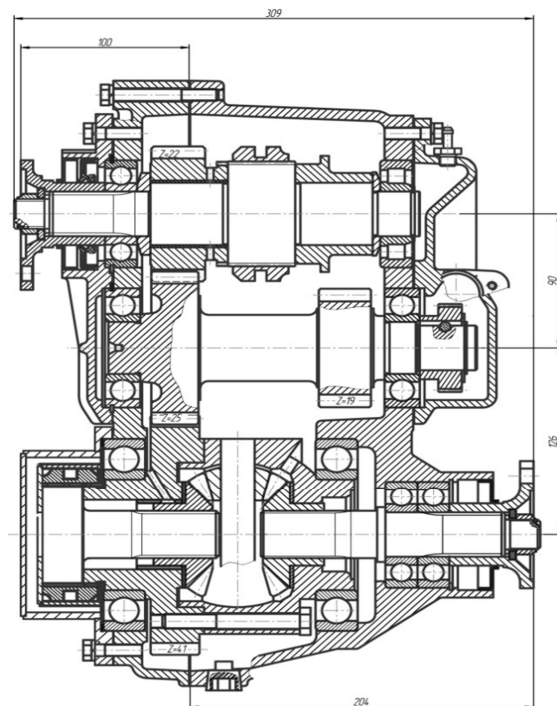

Рис.6.6 Коробка привода заднего ведущего моста
Коробка привода заднего ведущего моста (рис.6.6) – механическая, трёхвальная, без дифференциала, обеспечивает подключение привода заднего ведущего моста. Управление – ручное, с рычагами и тягами.
- раскренить и отвернуть гайки 2 (рис. 6.6) фланцев, снять шайбы 3 и фланцы 4;